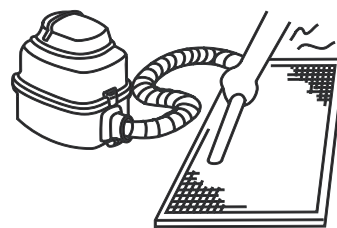

Figura 14.3
- a. In caso di utilizzo di aspirapolvere, il lato di aspirazione dell'aria deve essere rivolto verso l'alto (fare riferimento alla Figura 14.3).